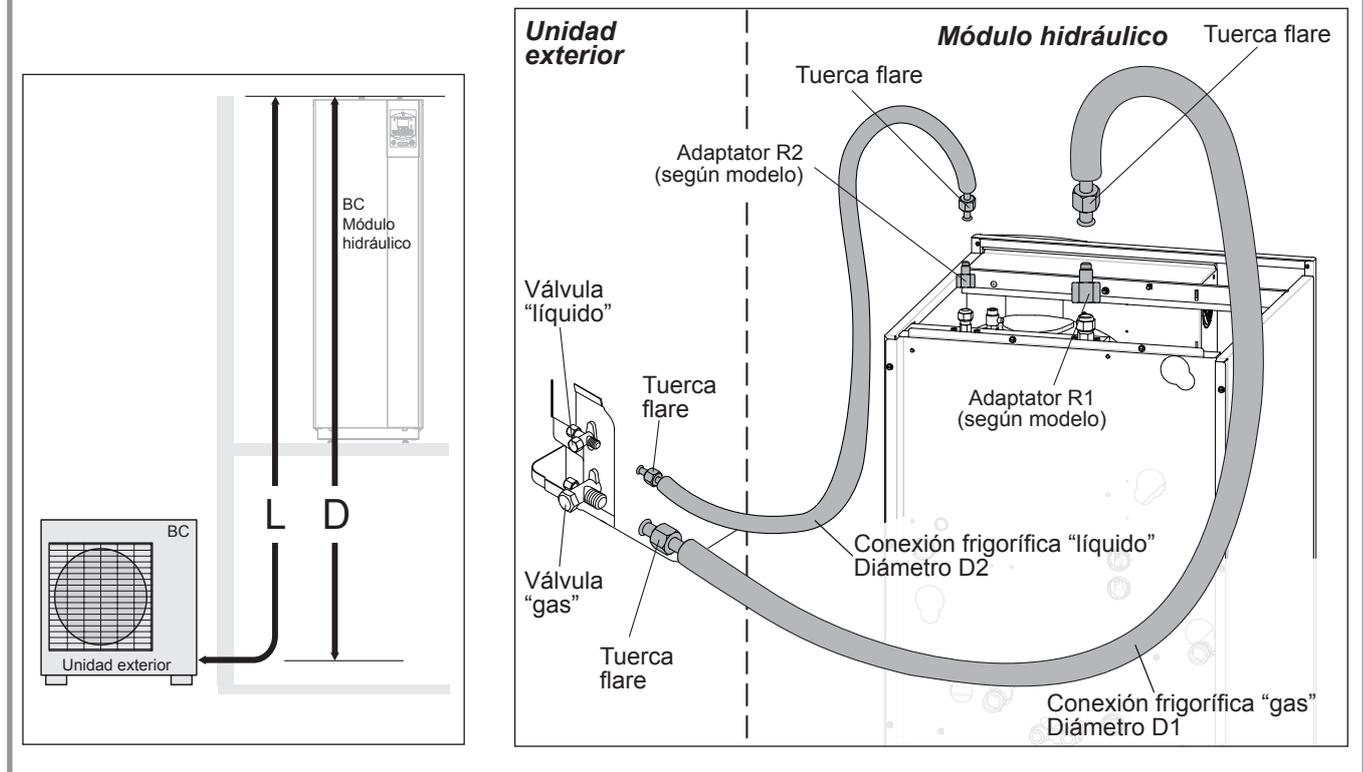

figura 20 - Conexiones frigoríficas (diámetro y longitudes permitidas)
- Según el caso, conectar un adaptador (reducción) 1/4"- 3/8" o 1/2"- 5/8" (ver figura 20).